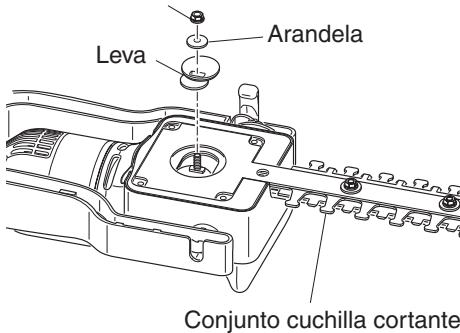

Figura 19 - Retiro de la leva
- Retire la contratuerca M5 y arandela de la leva (Vea la Figura 19)
- Alinee la leva con el conjunto cuchilla de corte. Retire la leva (vea la Figura 19).
- Alinee el conjunto cuchilla de corte de modo que la leva encaje correctamente en los lóbulos ovalados de este conjunto (vea la Figura 19). **IMPORTANTE:** El reborde de diámetro mayor de la leva debe estar hacia arriba como alejándose del cabezal de potencia. El reborde de diámetro menor de la leva debe alinear y asentar directamente en la parte superior del otro reborde de la leva.